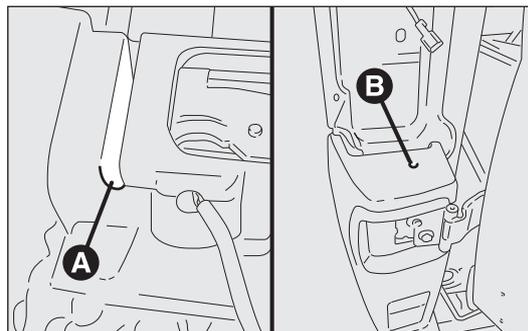

fig. 187
- quite la fijación inferior A entre el parachoques central y lateral fig. 187;
- una vez desmontado el piloto trasero, quite la fijación superior B-fig. 187;